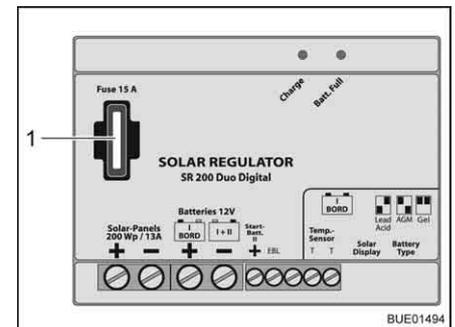

Fig. 174 Fusible del regulador de carga solar de 140/200 W
- Cambiar el fusible plano 15 A/azul (Fig. 174,1).